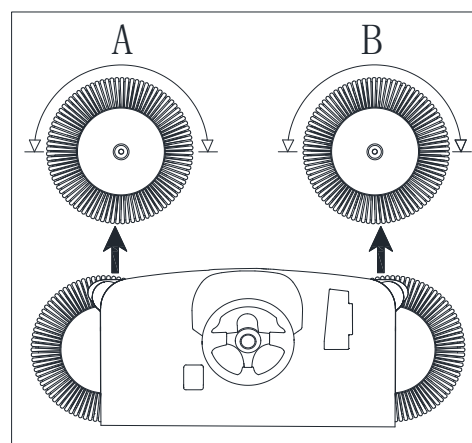
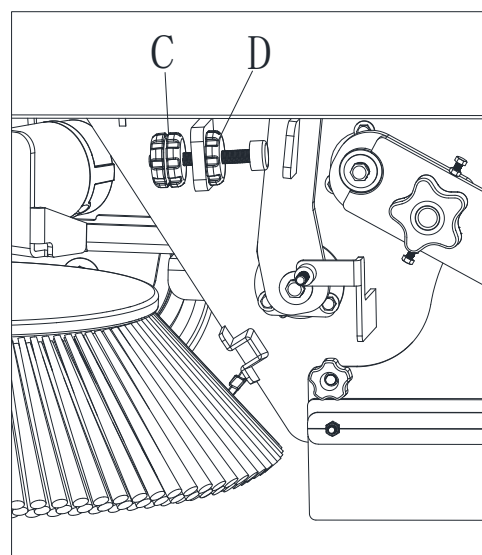

Рис. 28
Рис. 29
- Проверьте, что отпечатки боковой щетки соответствуют изображению на рисунке (А и В, рис. 28).
5. Отрегулируйте регулятор боковой щетки (С, рис. 29) до получения правильного отпечатка (А и В, рис. 28). Затем закрепите регулятор с помощью кольцевой гайки (D, рис. 29).